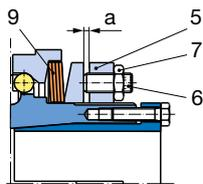

Bild 9
Größe 4 und 5 (Bild 9 und 10):
- Alle Sechskantmutter (7) lösen.
- Alle Gewindestifte (6) gleichmäßig mit Hilfe eines Innensechskantschlüssels auf das gewünschte Maß „a“ einstellen.
- EAS®-compact® Durchrast- und Synchronkupplung, Größe 4: Maß „a“ aus der aufgeklebten Einstelltabelle auf Kupplung entnehmen (Bild 9).